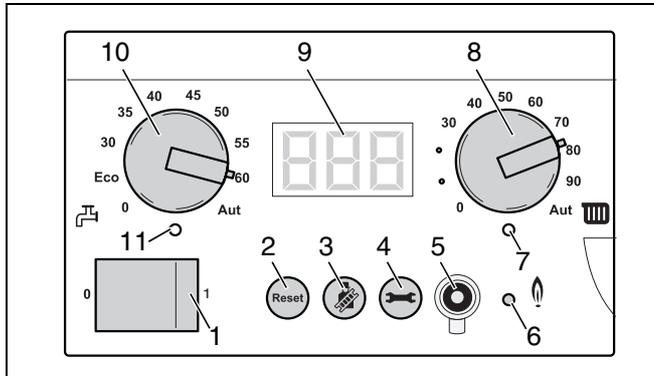

Fig. 56 Regolatore di base BC10
Con l'interruttore di esercizio (fig. 56, **pos. 1**) è possibile accendere e spegnere la caldaia.
In caso di guasto, può essere necessario riavviare la caldaia con il tasto "Reset" (fig. 56, **pos. 2**).
Con il tasto "Spazzacamino" (fig. 56, **pos. 3**) è possibile portare la caldaia in prova di combustione, modalità assistenza e in modalità d'esercizio manuale.
Durante le modalità sopra descritte (prova di combustione, modalità di assistenza ed esercizio manuale) è sempre valida una temperatura massima dell'acqua di riscaldamento della caldaia. Questa temperatura corrisponde alla temperatura impostata con il pomello girevole "Massima temperatura acqua caldaia" (fig. 56, **pos. 8**) del regolatore di base BC10.
- Mediante la manopola "Temperatura massima caldaia" (fig. 56, **pos. 8**), limitare la temperatura massima dell'acqua della caldaia alla temperatura di mandata consentita del circuito del riscaldamento a pannelli radianti (per lo più al massimo 40 °C).
Mediante il tasto "Indicazione di stato" (fig. 56, **pos. 4**), è possibile visualizzare sul display la temperatura attuale dell'acqua della caldaia, la pressione attuale dell'impianto etc. Vedere anche tab. 17, „Valori del display“, pagina 86“, tab. 18, „Impostazioni visualizzate sul display“, pagina 86 e tab. 19, „Codici display“, pagina 87.